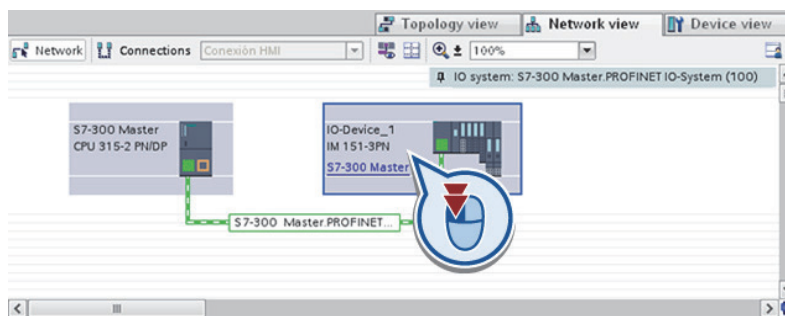

Рис. 1.13. Свойства вспомогательного устройства
– дважды щелкните по вспомогательному устройству, чтобы открыть его. Отображаемое имя и вид сети соответствует названию устройства. Оно может быть изменено в соответствии с требованиями устройства вида модуля (рис. 1.13);